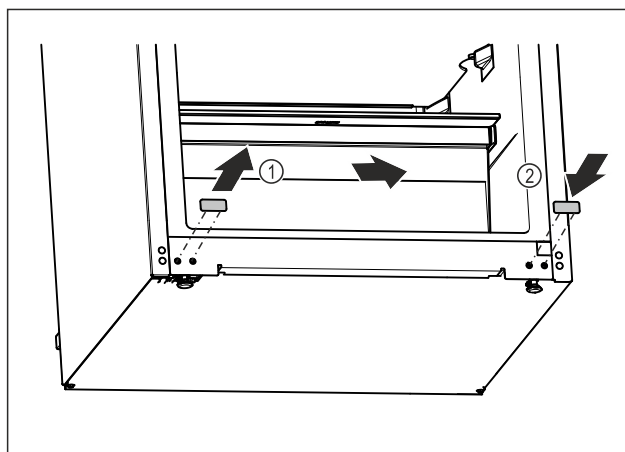

Fig. 21
- ▶ Estrarre il coperchio a tappo. Fig. 21 (1)
- ▶ Inserire il coperchio a tappo sul lato opposto. Fig. 21 (2)